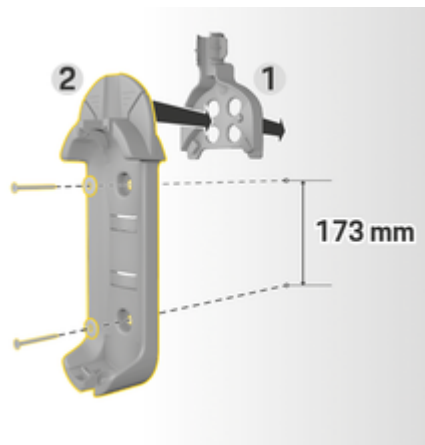

図. 243 ドリル寸法
3. ウォールマウントベース 2 (図. 243) を前からケーブルガイド 1 (図. 243) に押し込みます。